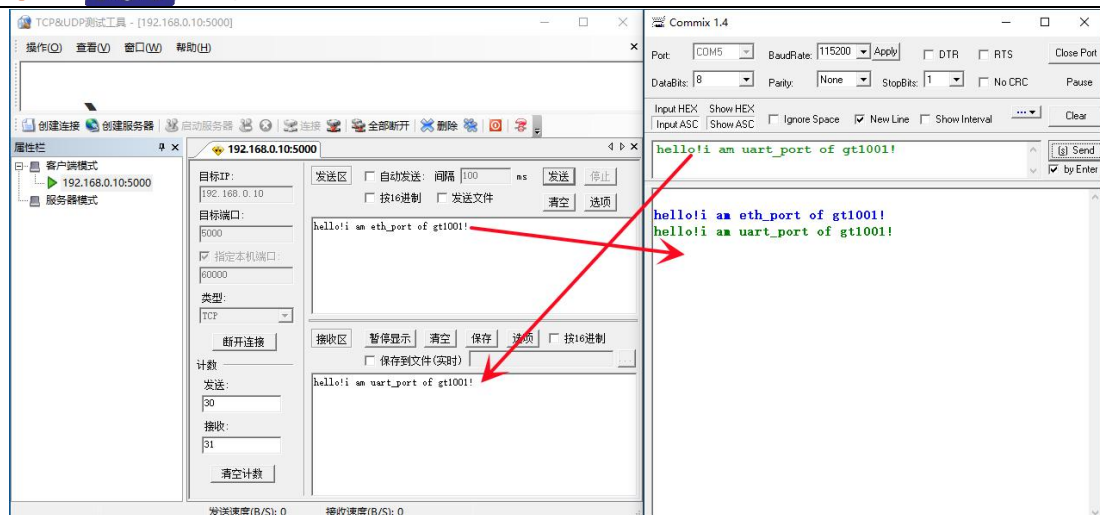

图 11-9 TCP Server 模式通信测试
(4) 模块作为服务器主动与电脑建立连接 (电脑发出连接请求, 点击连接按钮), 打开后可直接进行通信, 通信界面如图 11-9 所示。